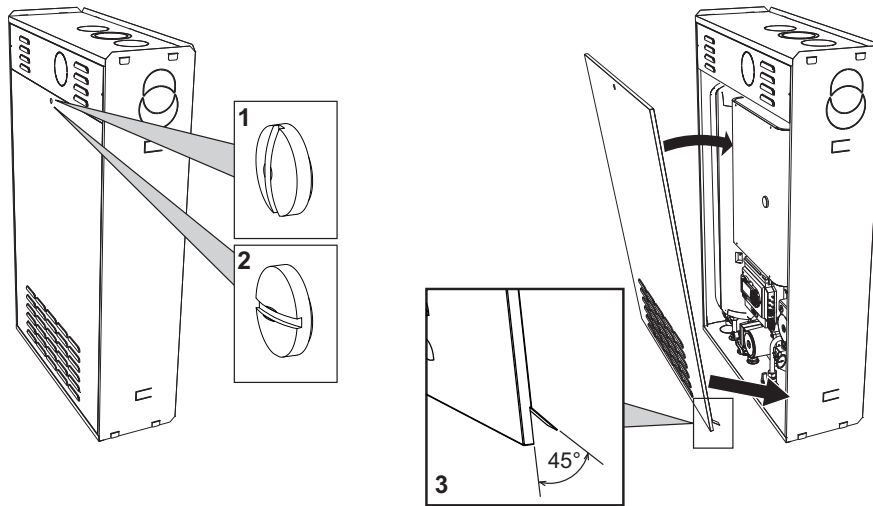

fig. 30 - Apertura mantello
1. Con una moneta o un cacciavite agire sulla serratura (1 = chiuso - 2 = Aperto - fig. 30).
3. Quando si richiude il portellone, verificando che le linguette inferiori siano in posizione corretta (rif. 3 - fig. 30) e si incastrino nelle apposite sedi sull'involucro.